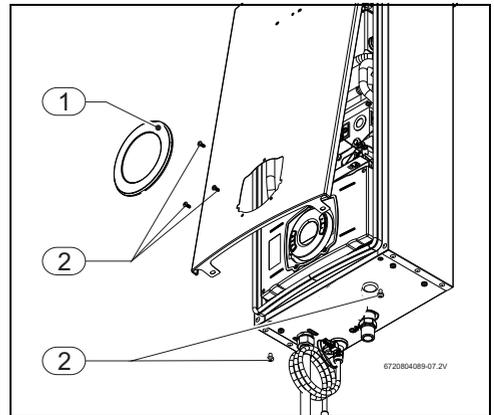

Fig. 15 Retirer le carénage
- ▶ Tirer le cache (fig. 15, [1]) légèrement vers l'avant pour le retirer de l'appareil.
- ▶ Enlever les 5 vis de sécurité du carénage (fig. 15, [2]).
- ▶ Retirer le carénage de l'appareil (fig. 15, page 19).